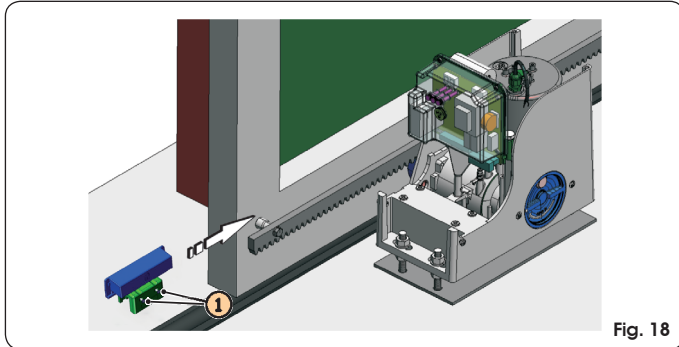

Fig. 18
- ③ Zet de poort met de hand open tot 4 cm van de mechanische eindaanslag.
- ④ Schuif de magneet die het dichtst bij de aandrijving zit over de tandheugel richting de motor, zie figuur 18. Schuif, zodra de led van de eindschakelaar op de kaart dooft, de magneet nog 10 mm verder en zet hem vast met de speciale schroeven (Fig. 18 ref. ①).
- ⑤ Handel op dezelfde wijze bij de andere magneet.
- ⑥ Zet de poort ongeveer half open en zet het systeem weer vast (zie paragraaf 9).